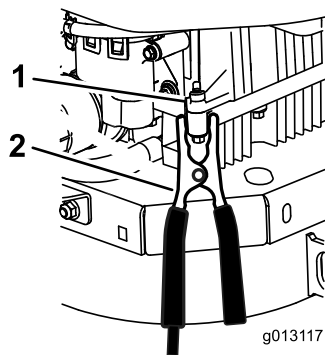

Figure 61
6. **Faites la dernière connexion sur le bloc moteur du véhicule en panne (PAS à la borne négative de la batterie), loin de la batterie, et reculez-vous (Figure 61).**